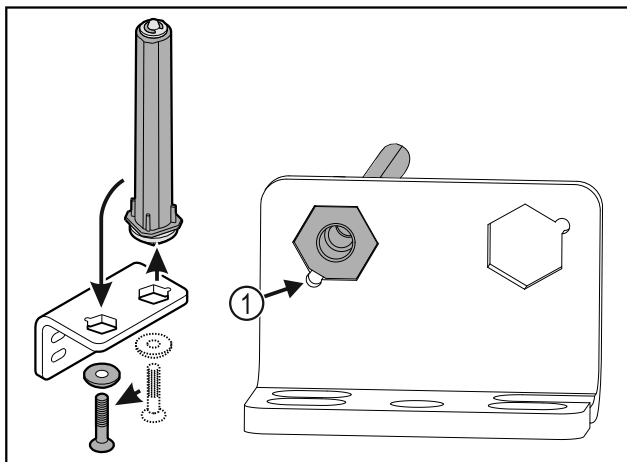

Fig. 37
- ▶ Βεβαιωθείτε ότι κατά την τοποθέτηση η λοξοτομή του πείρου είναι στραμμένη Fig. 37 (1) προς τη στρογγυλή οπή.